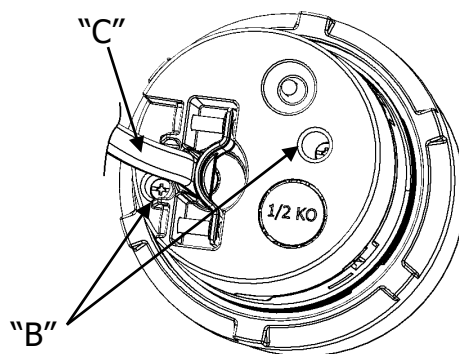

Fig. 3
- Pour les câbles sous gaine non métallique n° 14 AWG, retirer la débouchure en demi-cercle "E" du boîtier de câblage en aluminium "A" (consulter la Fig. 4). Retirer la gaine du câble pour exposer les fils sur 10 cm. et faire passer le câble par la fente. Fixer le câble à la gaine avec le serre-cordon (Fig. 3), puis serrer à un couple de 0,9-1,1 N•m.
○ For #14 AWG non-metallic sheathed cable, remove the semicircle Knockout "E" from aluminum wiring housing "A" (see Fig. 4). Remove cable jacket to expose 4 inch long wires, feed the cable through the slot, secure the cable on the jacket with the wire clamp (Fig.3), torque to 8-10 lb•in [0.9-1.1 N•m].
○ Pour les câbles sous gaine non métallique n° 14 AWG, retire le semicercle Knockout "E" de la caja de cableado de aluminio "A" (ver Fig. 4). Quitar el forro del cable para exponer los cables 4 pulg.(10 cm), pasar el cable por la ranura. Fije el cable en el forro con la abrazadera de alambre (Fig. 3), par a 8-10 lb•in [0.9-1.1 N•m].